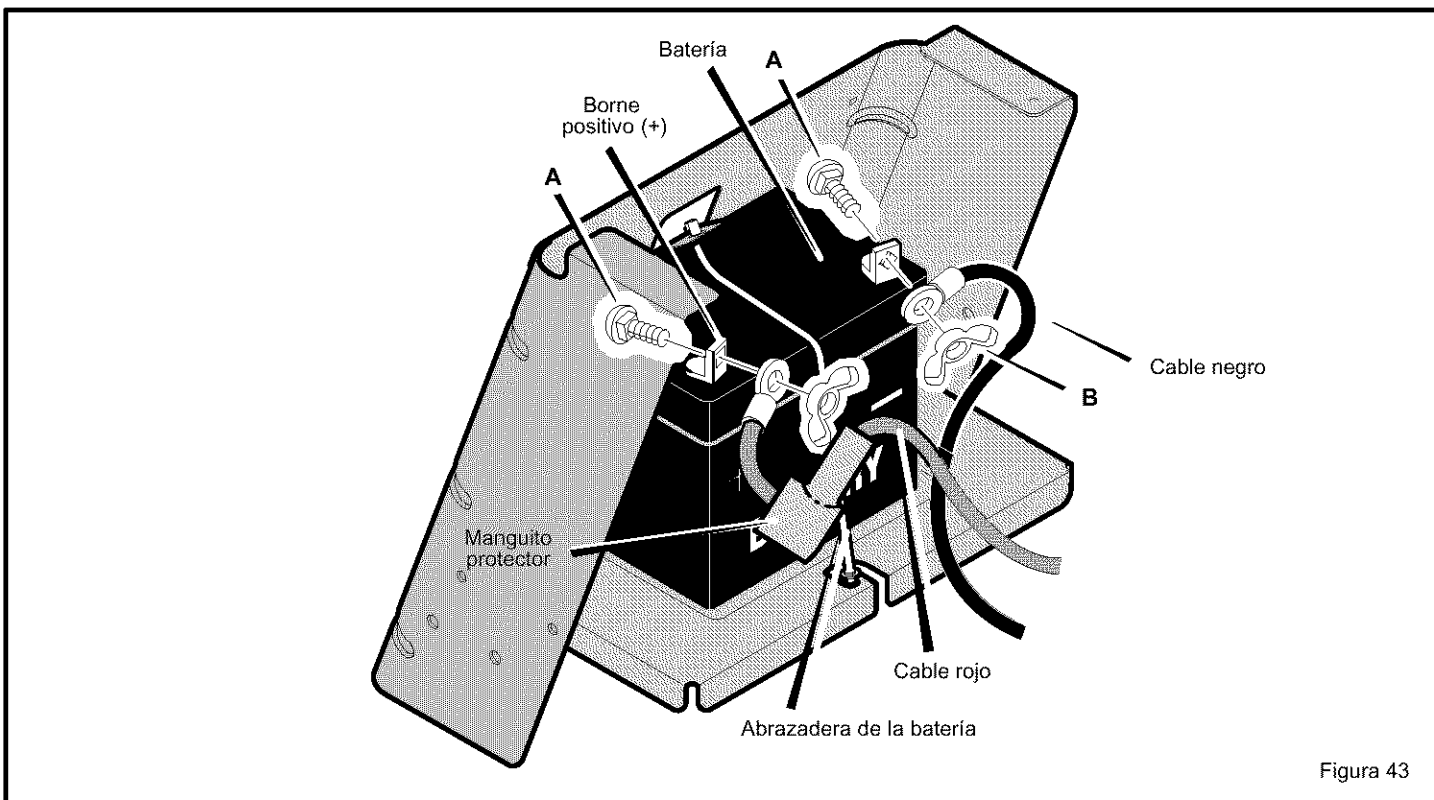

Figura 43
- Busque la **fecha de la batería** en la parte superior de la misma (Figura 43).
- Conecte el **cable rojo** al **borne positivo (+)** con los sujetadores como se indica (Figura 43).